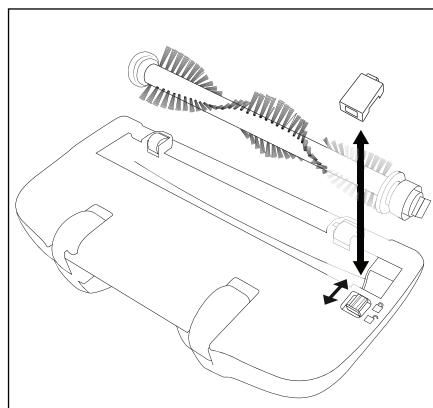

Fig. 5
- 2) Glissez le verrouillage sur le cache en direction de l'icône ↗ et retirez le cache (fig. 5).
- 7) Remettez le cache en place et verrouillez-le jusqu'à ce qu'il s'enclenche. Le cache s'enclenche lorsque le verrouillage glisse automatiquement en direction ↗ (fig. 5).